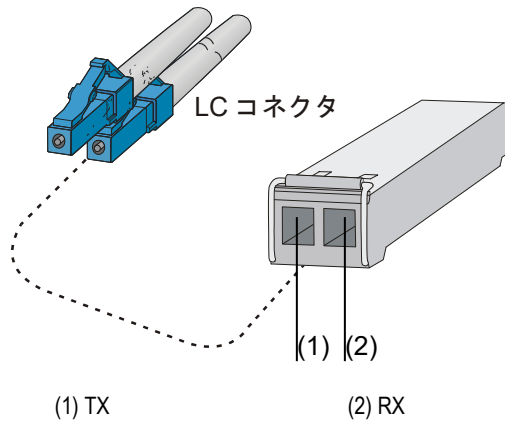

図 3-35 SFP/SFP+トランシーバモジュール
- 3) 図 3-35に示すように、ラッチが固定されたことを示すクリック音があるまで、コネクタに光ファイバケーブルを挿入してください。